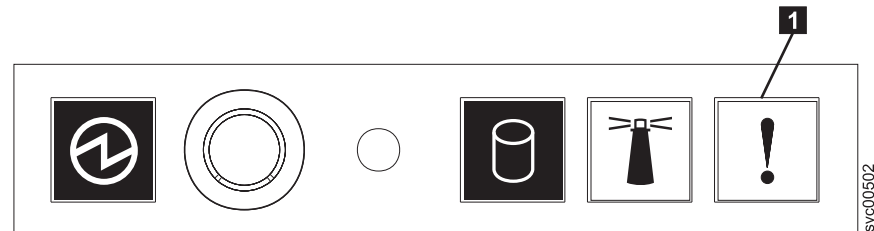

図 95. SAN ボリューム・コントローラー 2145-8A4 オペレーター情報パネル
1. SAN ボリューム・コントローラー 2145-8A4 オペレーター情報パネル 上のエラー LED (図 95 を参照) が点灯または明滅していますか?